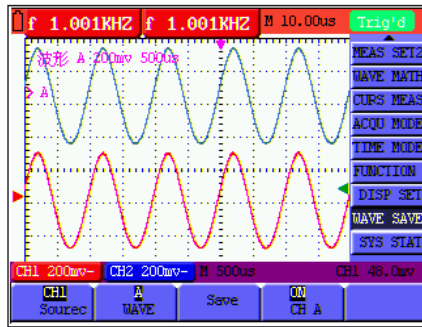

Рис. 43: Сохранение/ вызов осциллограммы
6. Нажмите **F4 (Показать)** для вызова из памяти осциллограммы из ячейки A. Осциллограмма будет отображена на дисплее **зеленым цветом** (рис. 43).